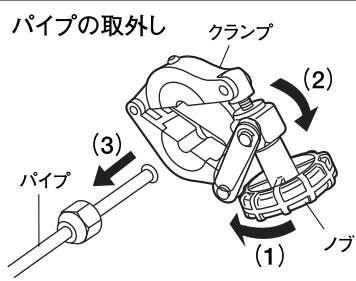

図 18
- ② (1) ノブを緩め、(2) クランプを開き、(3) パイプを外してください。(図18)